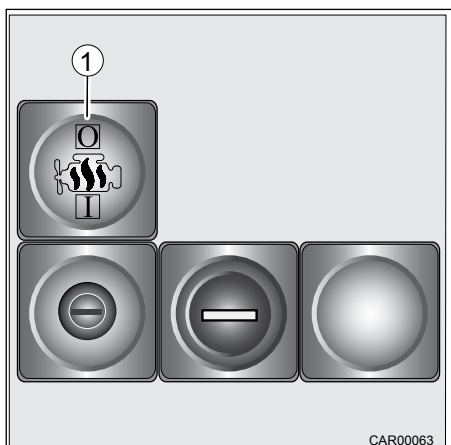

Fig. 106 Commutateur de préchauffage du moteur
Le commutateur de préchauffage du moteur (Fig. 106, pos. 1) se trouve sur l'étagère en cabine.